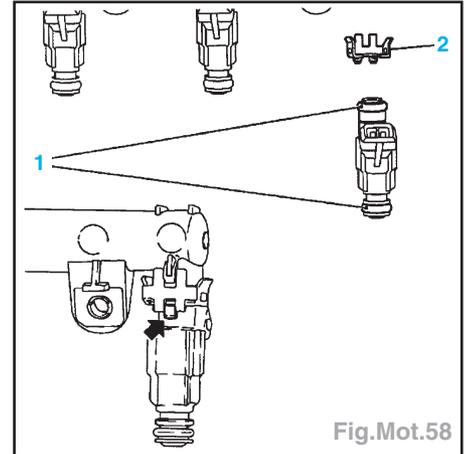

Fig.Mot.58
- Remplacer les joints (1), reposer les injecteurs sur la rampe avec les agrafes (2) (Fig.Mot.58).